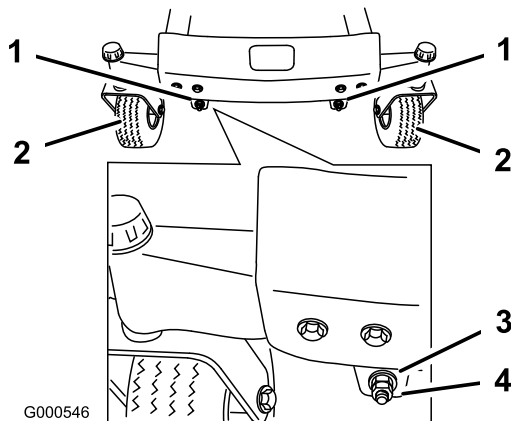
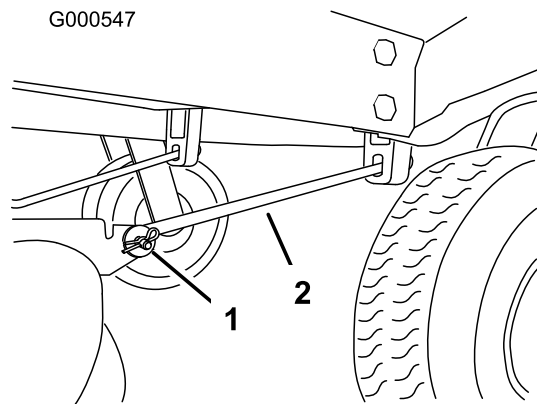

Figure 56
Figure 57
- Pour régler l'inclinaison avant/arrière des lames, retirez les contre-écrous et tournez les écrous de réglage à l'avant du plateau de coupe (Figure 56).
13. Après avoir réglé uniformément les écrous, contrôlez de nouveau l'inclinaison avant/arrière. Poursuivez le réglage des écrous jusqu'à ce que la pointe avant de lame soit de 1,6 à 7,9 mm plus bas que la pointe arrière (Figure 56).
Remarque: Après avoir réglé les écrous de réglage, vérifiez qu'aucune des tiges de support ne présente de jeu (Figure 57). Serrez l'une ou l'autre pour supprimer le jeu (Figure 56).
4. Retirez la goupille fendue et l'axe de chape de la tige de support avant de chaque côté du plateau de coupe (Figure 57).
8. Fixez les tiges de support avant à la machine à l'aide des axes de chape et des goupilles fendues (Figure 57).